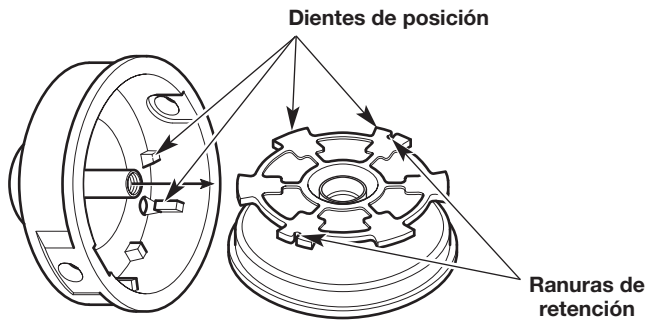

Fig. 28
6. Controle los dientes de posición y las ranuras de retención para detectar si están desgastados (Fig. 28). Si es necesario, elimine las rebabas o reemplace el carrete interior y la bobina exterior.